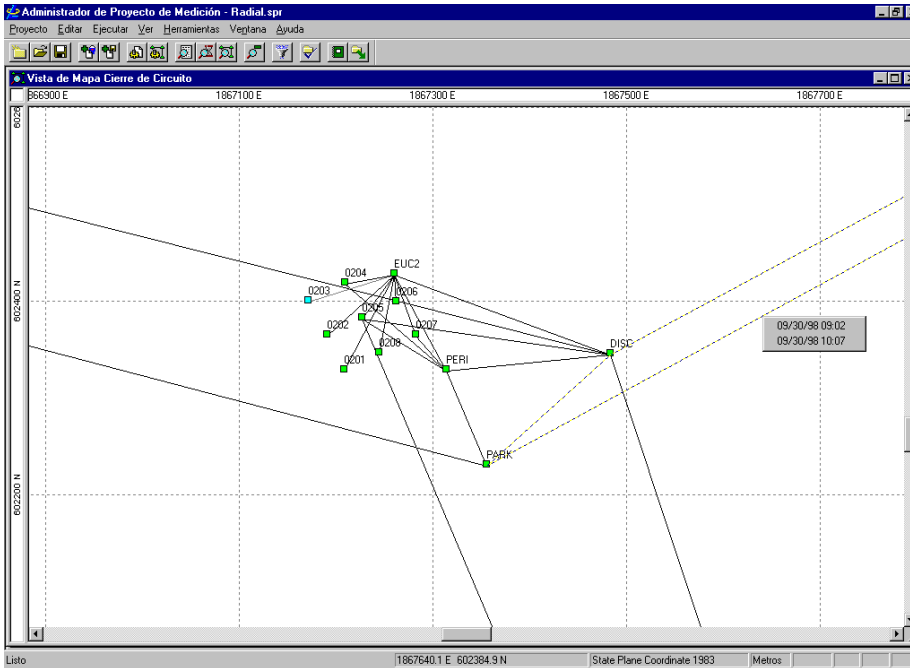

Figura 14.20. Seleccionando Un Vector de una Estación Repetida
- Aparecerá un cuadro de selección de vector, Figura 14.20, porque hay dos observaciones de este vector.